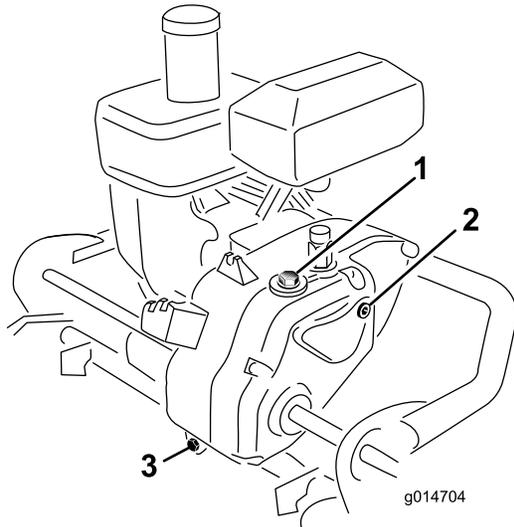

図 34
2. トランスミッション後部にあるドレン・プラグ（図 34）を抜いてオイルを抜く。
3. ハンドルを押さえて機体を後ろにそらす。トランスミッション右側にある点検プラグ（図 34）を抜き取る。
6. トランスミッション上部にある給油プラグを外す（図 34）。通気チューブは外さないこと。